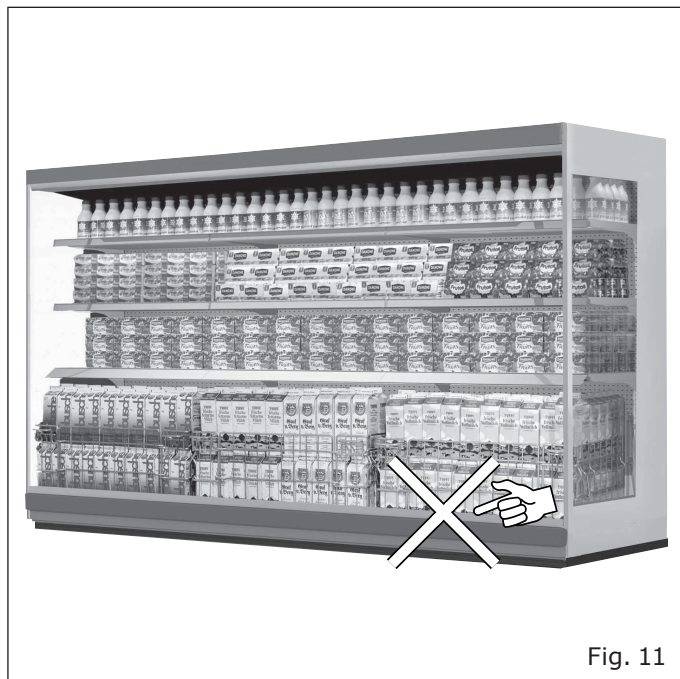

Fig. 11
- La marchandise ne bouche pas le flux d'air réfrigéré ("Fig. 11")